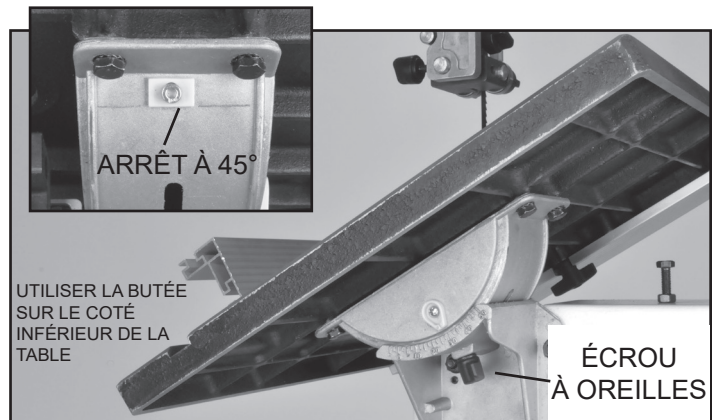

FIGURE 15
1. Pour faire basculer la table, desserrez l'écrou à oreilles (#113) sur le tourillon de table. Réglez la table à l'angle voulu et ensuite serrer l'écrou à oreilles pour bien fixer la table. FIG 15.
Le tourillon dispose d'un arrêt (#118) qui s'ajuste pour régler l'angle de la table dans un angle précis de 45°. FIG. 15 en retrait.